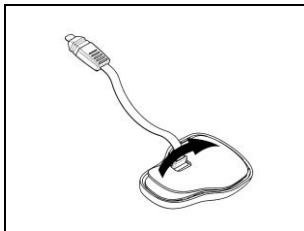

Fig. 25
- Rimuovere la pellicola protettiva dal retro della tastiera adesiva utilizzando l'apposita linguetta (Fig. 25).